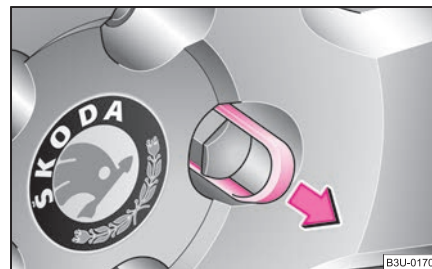

Fig. 193 Sostituzione di una ruota: rimozione del cappuccio
- Rimuovere il cappuccio con il **fermaglio di plastica** ⇒ fig. 193.